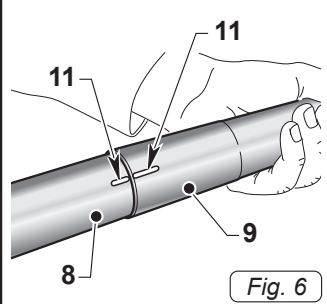

Fig. 6
- Befestigen Sie die beiden starren Verlängerungen (8 und 9 Abb. 6), passend zu den beiden Referenzen (11 Abb. 6)